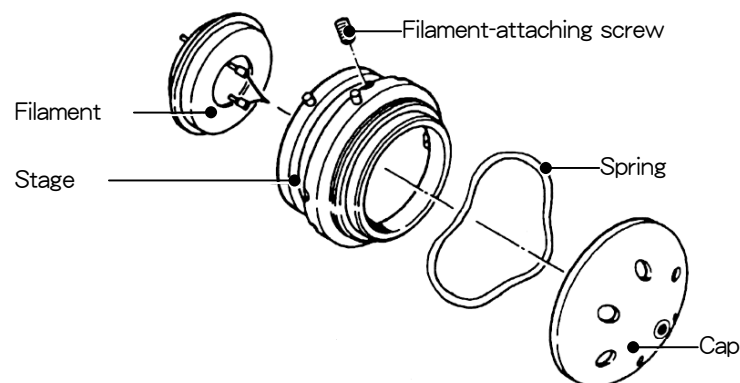

Fig. 6.9 Disassembling the Wehnelt
4. Disassemble the Wehnelt (Fig. 6.9).